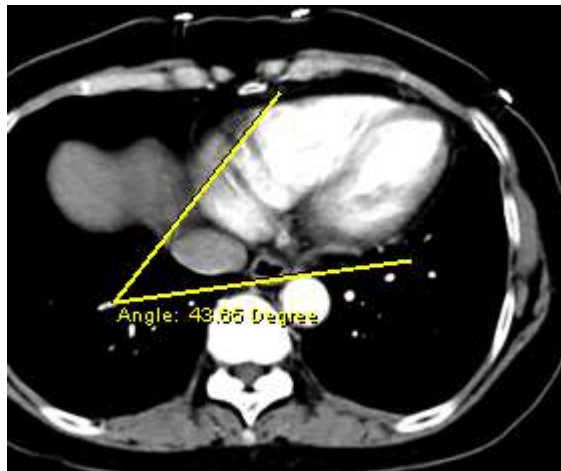

Рисунок 6-11 Измерение величины угла
5. Когда вторая сторона завершена, измеренное значение угла отображается непосредственно на изображении, как показано на Рисунок 6-11.